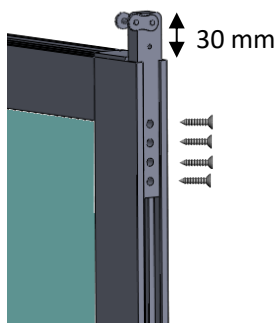

Figura 54
- La pletina debe de sobresalir 30 mm del perfil vertical y se fija con cuatro tornillos (figura 54).